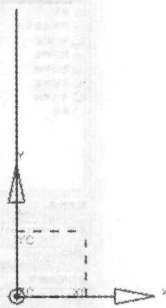

图 1-10 直线
(3) 输入长度 100，沿 Y 轴移动鼠标，并单击，这样就可以创建一条直线，结果如图 1-10 所示。